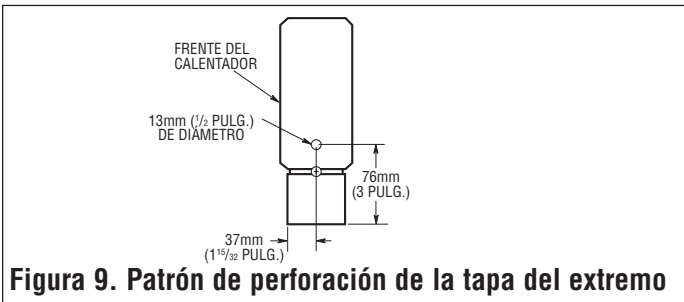

Figura 9. Patrón de perforación de la tapa del extremo
- Los cables de alimentación de los calentadores pueden tenderse de una unidad a otra si se abre un orificio de 13 mm (1/2 pulg.) en las tapas de los extremos entre calentadores. Vea la Figura 9. Para evitar daños al cableado interno del calentador, las tapas de los extremos deberán sacarse del calentador antes de perforarlas.